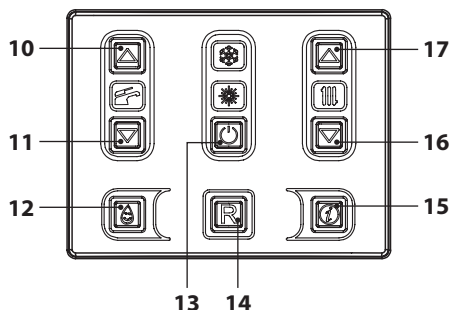
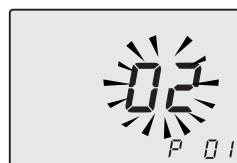

Figura 5.38
Figura 5.39
- Entrare in "modalità programmazione" premendo contemporaneamente per 10 secondi i tasti 13-16-17 (Figura 5.38) fino a far apparire sul display LCD le lettere **P01** e il valore del parametro, indicanti l'entrata nel "parametro 01" (Figura 5.39).
- Premendo il tasto 13 (Figura 5.38) si ottiene la conferma del valore inserito.